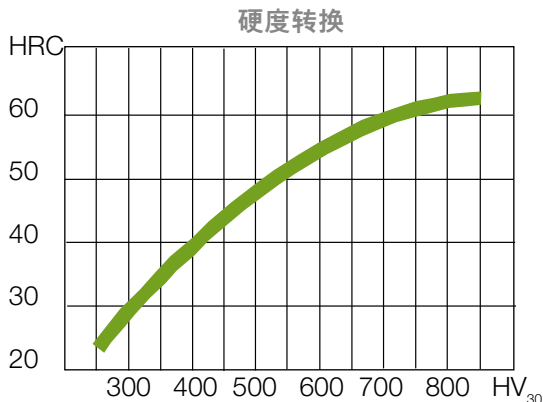

图10 测试于粉末喷焊平整表面
采用洛氏硬度 (HRC) 或维氏硬度 (HV) 测试硬度。两种硬度的转换可参照下图曲线 (图10)。